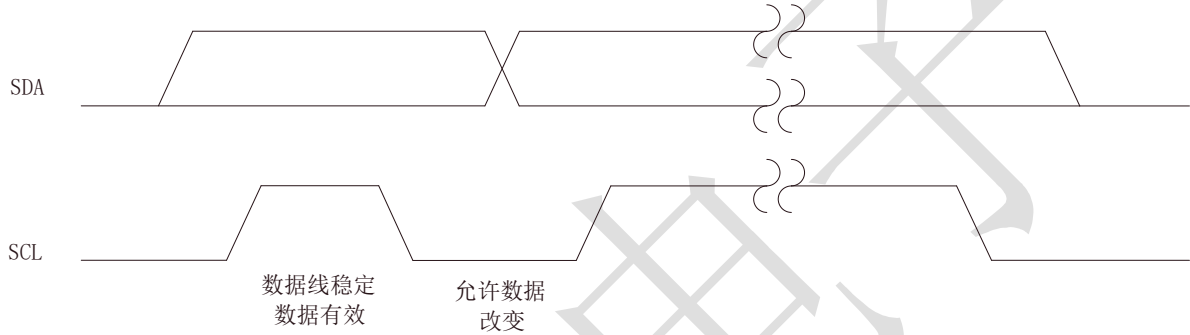

图 3
(1) TM19306 使用符合I2C协议的串行总线，有两根控制线SDA和SCL。TM19306 的从机地址是“1010 1000”。它只支持写操作。
(2) SCL线是单向的，SDA线双向（开漏输出）的带上拉电阻的（通常为 4.7kΩ）。I2C标准规定的最大时钟频率是 400kHz。这里说的是主机是MCU，从机是TM19306。
(3) I2C的时序图如图 3 所示。SDA锁存在SCL的稳定高电平上。当没有接口活动时，SDA线应保持高电平。
(4) 起始信号是在SCL线为高时，通过拉低SDA线来产生。起始信号将提醒连接到I2C总线的所有设备根据自己的芯片地址检查传入地址。
(5) 接下来发送 8 位芯片地址，先发最高位。SCL线为高电平时，每个地址位必须稳定。
(6) 在最后一位芯片地址位发送完成后，主机检测来自TM19306 的应答。然后主机发送一个SCL脉冲。如果TM19306 已正确收到地址，然后它在SCL脉冲期间保持SDA线为低电平。如果SDA线不是低电平，则主机应发送“STOP”信号（稍后讨论）并中止转移。
(7) 在确认TM19306 应答后，发送寄存器地址字节，先发最高位。TM19306 必须产生另一个应答，表明已收到寄存器地址。
(8) 然后接下来发送 8 位数据字节，先发最高位。当SCL电平稳定为高电平时，每个数据位应有效。发送数据字节后，TM19306 必须产生另一个应答表示已收到数据。